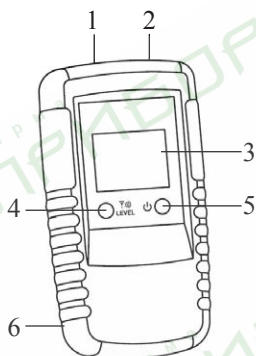

Рис. 2
Подключите к гнезду передатчика (с помощью поставляемых в комплекте проводов и зажимов) один проводник. В этом режиме передатчик питается от батареи. Благодаря генерируемому передатчиком высокочастотному сигналу может быть трассирован один проводник. Заземлите второй вывод передатчика (гнездо «COM» рис. 2). Типичным примером заземления может быть заземлённая розетка. Глубина трассировки в данном режиме составляет от 0 до 2 метров.
- Подключите передатчик в соответствии с рисунком 9. Провод, подключённый к гнезду «COM» (см. рис. 2), должен быть заземлён.
- b. Подключите передатчик в соответствии с рисунком 10. Провод, подключённый к гнезду «COM» (см. рис. 2), а также все неисследуемые проводники кабеля должны быть заземлены.⁴